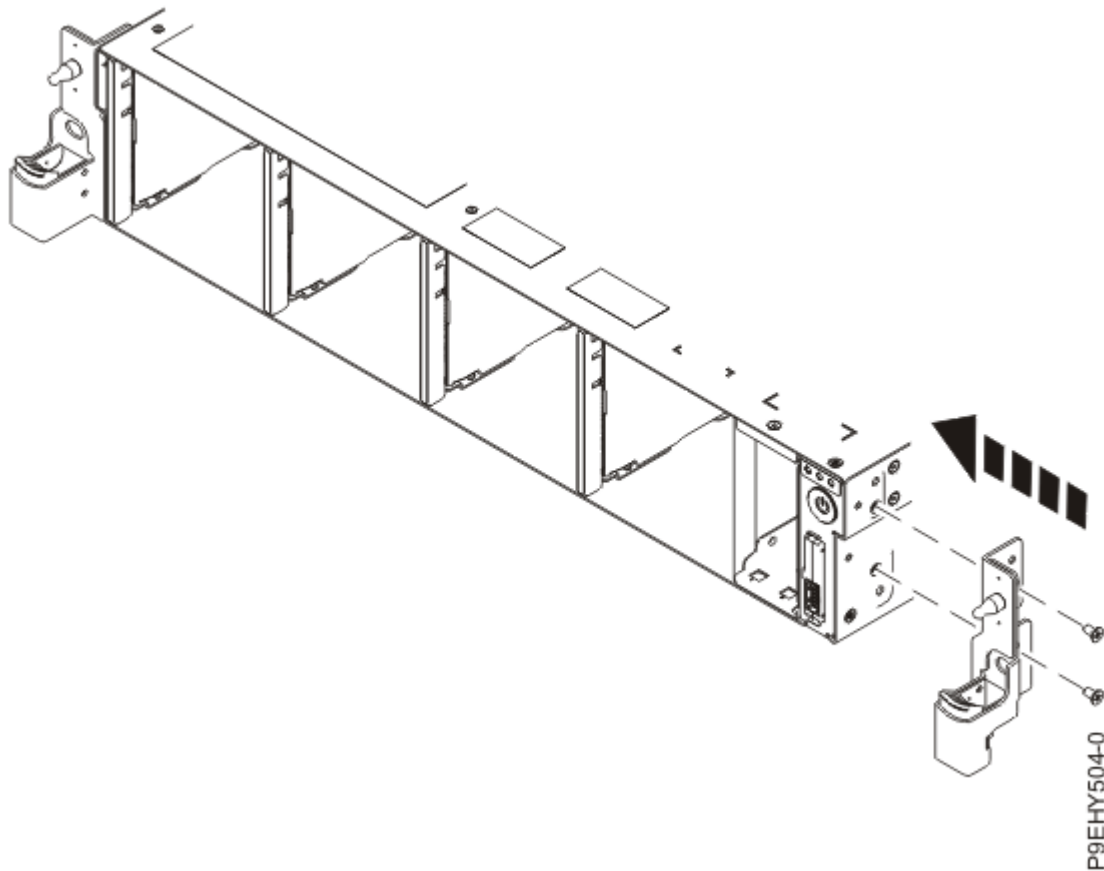

Figura 177. Cómo volver a colocar el soporte de instalación del bastidor
7. Sustituya el soporte de instalación del bastidor en la parte lateral del sistema, como se muestra en la Figura 177 en la página 196.